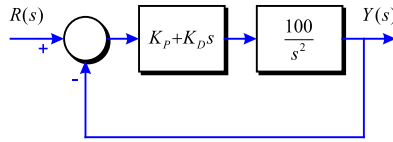

Figura 3-3
**Problema 48** Donat el diagrama de blocs de la Figura 3-3, construïu el pla  $K_d$  versus  $K_p$  ( $K_p$  a l'eix vertical) i mostrar les regions següents: